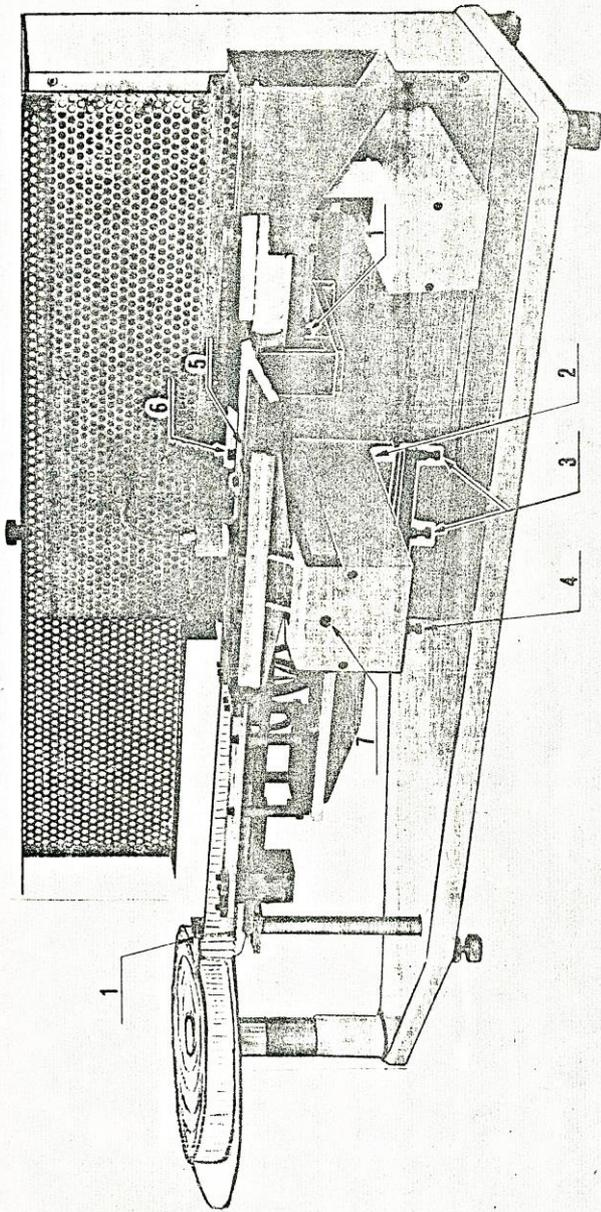

Fig. 2
Para el cambio del número de supos por confección (corte de 3 - 4 - 5 o 6 supos) se ajusta el dispositivo (Fig. 2 pos. 1) en la posición del orificio al que corresponda la confección que se desee.
Aflojar el tornillo fijador de la estación de soldadura (Ver fig. 2 pos. 2) regulando después por las guías de registro (Ver fig. 2 pos. 3) que está inmediatamente debajo. Campo de regulación 10 mm. aprox.
De la misma forma es posible regular respecto a la estación de soldadura la resistencia (hilo incandescente) para la preparación de la presoldadura de la boca (Ver fig. 2 pos. 4).
La codificación se localiza inmediatamente después de la soldadura, o sea en la zona de enfriamiento de las bocas ya soldadas (Ver fig. 2 pos. 5).
Para sustituir los punzones de codificación liberar la zona de enfriamiento por el punto que indica la fig. 2 pos. 6, desmontar la pieza por tapunzones y efectuar el cambio de éstos. Después volver a montar todo ordenadamente.